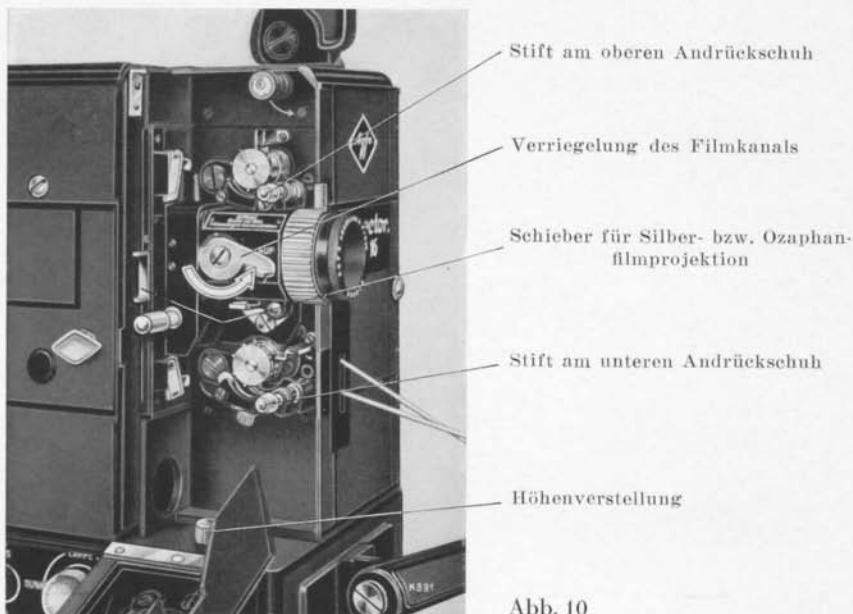

Abb. 10
5. Höhenverstellung bei eingeschaltetem Apparat: Durch Rechts- oder Linksdrehen des Knopfes (Abb. 10) Bildfläche auf dem Projektionsschirm ausrichten. Dann Apparat ausschalten.
1. Transporttrommeln freilegen. Federnde Stifte (Abb. 10) herausziehen und Andrückschuhe nach unten wegklappen, Verriegelung des Filmkanals in der Pfeilrichtung nach oben schwenken.